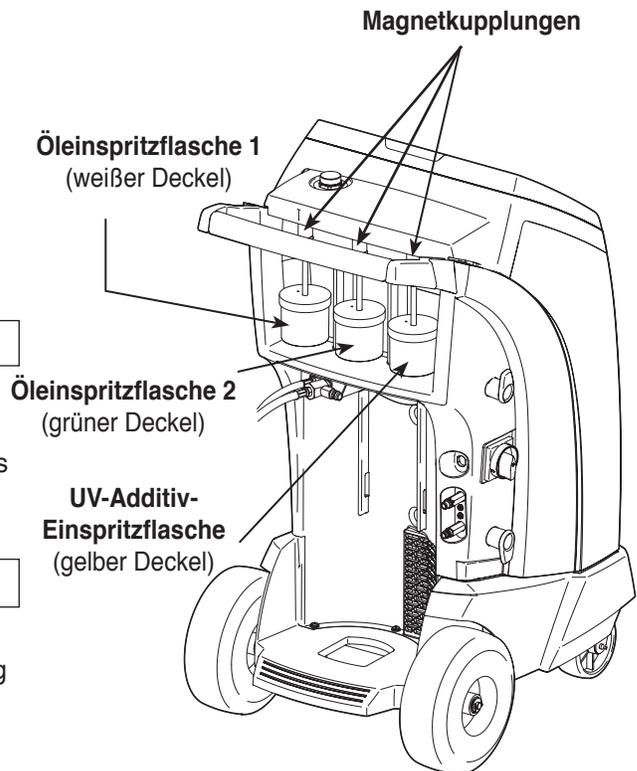

Abbildung 23
1. Die Einspritzflaschen für Öl und UV-Additiv von ihren Waagen entfernen. Siehe Abbildung 23.